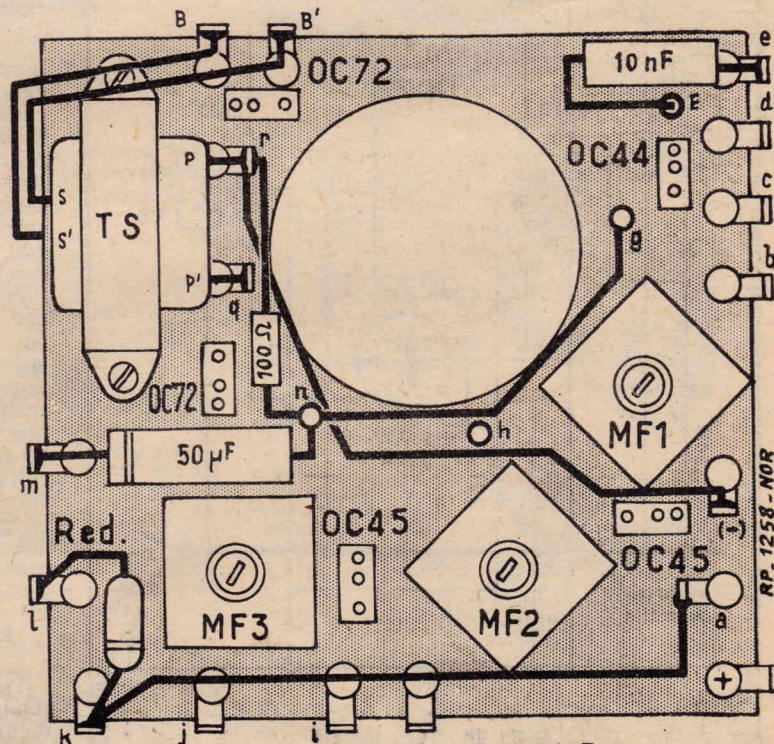

FIGURE 4
Voyons maintenant la face représentée à la figure 4. La différence commence avec P' de MF3. Ce fil est relié à la prise P1 du transfo 2089. La prise P2 de ce transfo BF est connectée à la cosse r, la prise S1 à la broche B du support OC72 (1) et la prise S2 à la broche B du support OC72 (2). On relie ensemble les broches E des deux supports OC72. On soude une résistance de $10\ \Omega$ entre la broche E du support OC72 (1) et la cosse m. La broche C du support OC72 (1) est réunie à la prise P1 du transfo de HP 2090. La broche C de l'autre support OC72 est connectée à la prise P2 de ce transfo. Les prises S1 et S2 sont reliées aux cosse B et B'.